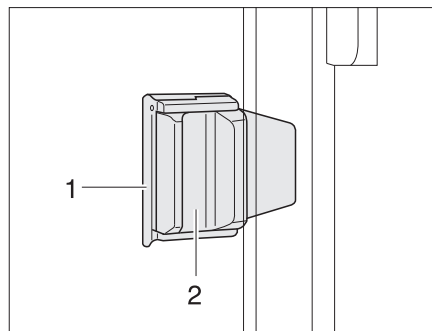

Fig. 60 Finestra scorrevole con bloccaggio scorrevole
- Estrarre il bloccaggio (Fig. 60,1).
- Premere la maniglia (Fig. 60,2) e spingerla contemporaneamente in avanti o indietro.